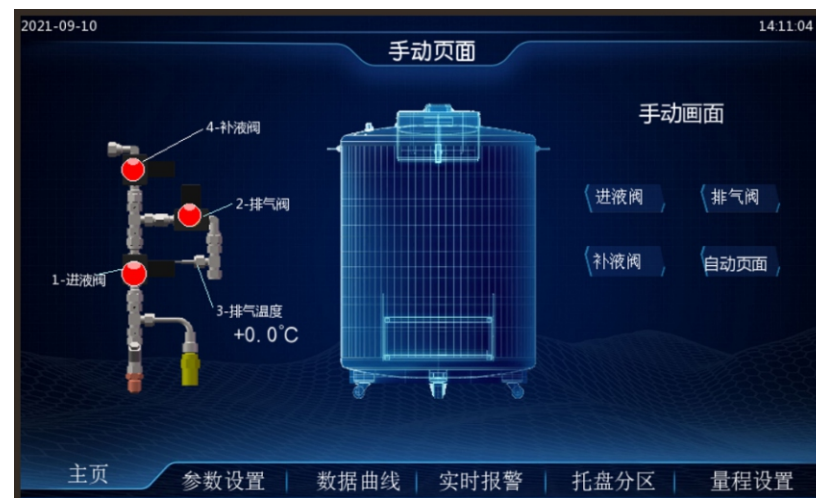

图8 手动页面
②手动模式选择: 在主页面显示状态下, 点击右边“手动页面”, 系统进入手动模式状态(如图8)。左边实时显示阀门运行状态, 右边可点击各阀门任意手动开启; 点“自动页面”返回。